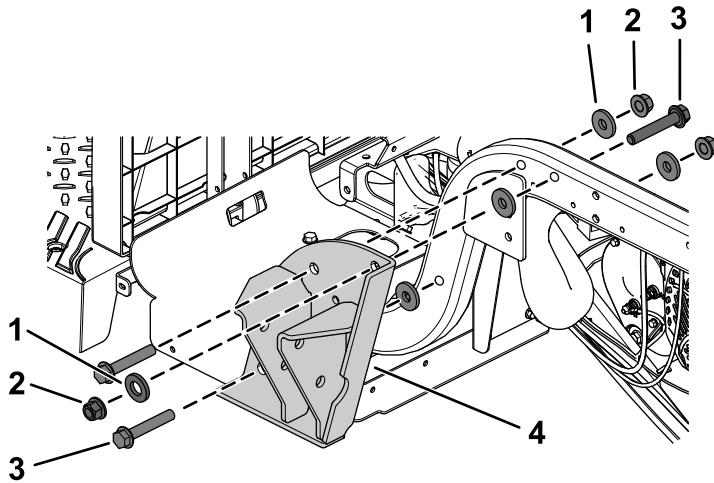

Bild 18
1. Befestigen Sie eine Überrollschutzhalterung mit drei Bundkopfschrauben (½" x 3"), fünf Flachscheiben (½") und drei Sicherungsmuttern (½"), wie in Bild 18 abgebildet.
Hinweis: Stellen Sie sicher, dass Sie die zwei Flachscheiben (½") an der Außenseite befestigen, wie in Bild 18 abgebildet.